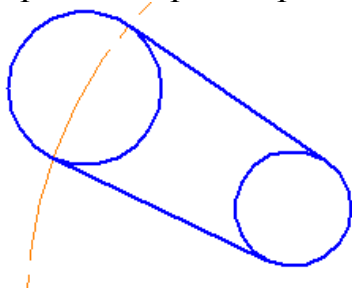

Рис. 65
**Создать объект**  на Панели специального управления создайте нижний и верхний отрезки, рис. 65. **Прервать команду** .